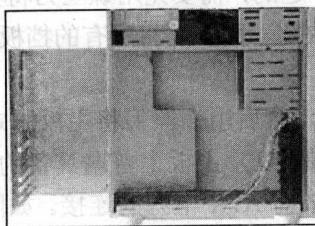
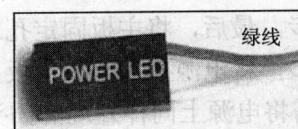

图 1-8 Reset 接头
图 1-9 电源指示灯的接线
① PC 喇叭的 4 芯插头，实际上只有 1、4 两根线，一线通常为红色，它是接在主板的 Speaker 插针上。这在主板上有标记，通常为 Speaker。在连接时，注意红线对应 1 的位置（红线对应 1 的位置，有的主板将正极标为“1”，有的标为“+”，视情况而定）。
② Reset 接头连着机箱的 Reset 键，它要接到主板上 Reset 插针上，如图 1-8 所示。主板上的 Reset 针的作用是这样的：当它们短路时，计算机就重新启动。Reset 键是一个开关，按下它时产生短路，松开时又恢复开路，瞬间的短路就使计算机重新启动。偶尔会有这样的情况，当按一下 Reset 键并松开时，它并没有弹起，一直保持着短路状态，计算机就不停地重新启动。
③ ATX 结构的机箱上有一个总电源的开关接线，是个两芯的插头，它和 Reset 的接头一样，按下时短路，松开时开路，按一下，计算机的总电源就被接通了，再按一下就关闭，但是还可以在 BIOS 里设置为开机时必须按电源开关 4 秒以上才会关机，或者根本就不能按开关来关机而只能靠软件关机。
④ 这个 3 芯插头是电源指示灯的接线，使用 1、3 位，1 线通常为绿色。在主板上，插针通常标记为 POWER，连接时注意绿色线对应于第一针（+），如图 1-9 所示。当它连接好后，计算机一打开，电源灯就一直亮着，指示电源已经打开了。